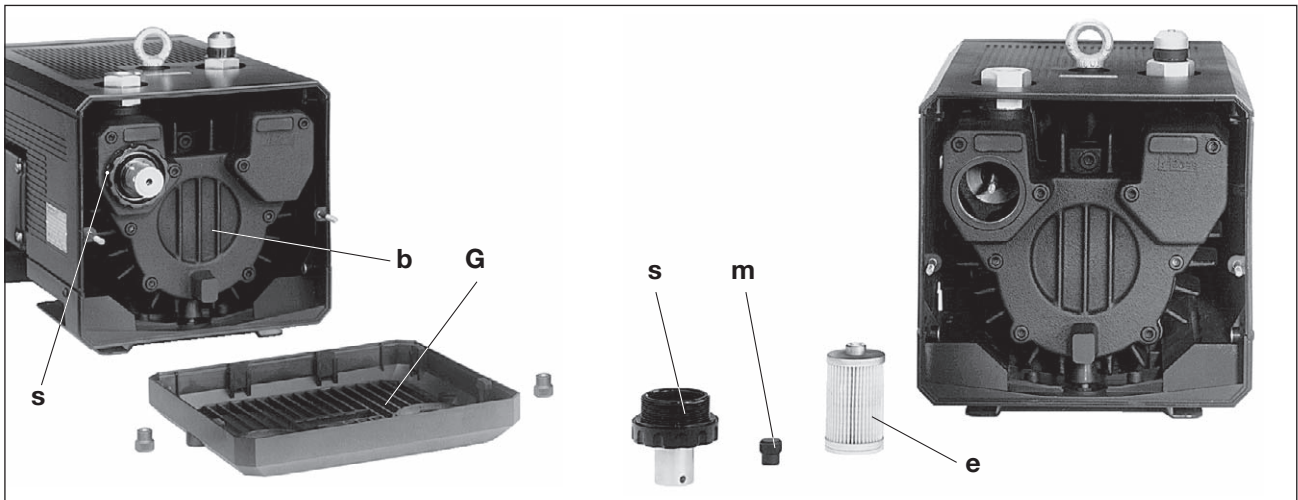
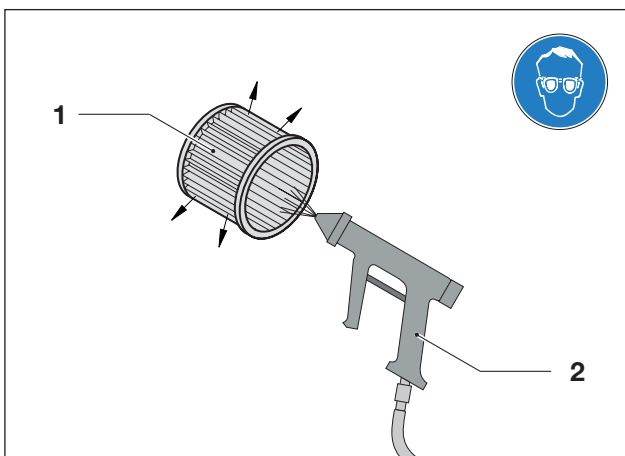
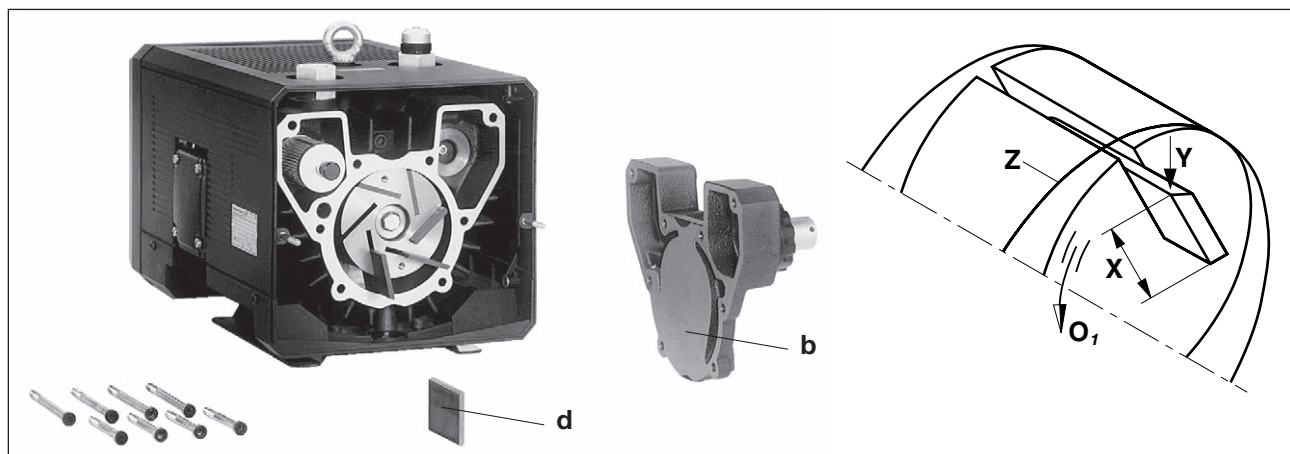

Fig. 5 Luftfiltrering
Fig. 6 Udblæsning af filterpatroner
Fig. 7 Udskiftning af lameller
Filterpatronerne (fig. 5/e) til sugeluft skal hver måned eller hyppigere alt efter forurening rengøres ved udblæsning indefra og udad. Trods rengøring af filteret vil dets udskillelsesgrad tiltagende forringes. Derfor skal filteret udskiftes hvert halve år.
V-VTN (01) - (11): Udblæsningsgitteret (fig. 5/G) skrues af.
Skruedækslet (fig. 5/s) og drejeknappen (fig. 5/m) løsnes. Tag filterpatronerne (fig. 5/e) ud og rengør eller udskift dem. Samlingen foregår i den omvendte rækkefølge.
V-VTN (01) - (11): Udblæsningsgitteret (fig. 5/G) skrues af. Husdækslet (fig. 7/b) skrues af huset. Tag lamellerne (fig. 7/d) ud til kontrol. Alle lameller skal have en mindstehøjde (fig. 7/X):
Huset og rotorslidserne blæses ud. Læg lamellerne ned i rotorslidsen. Når de lægges i, er det vigtigt at lamellernes skæve side (fig. 7/Y) viser udad og at den skæve sides retning (7/O₁) stemmer overens med husboringens (fig. 7/Z) forløb. Husdækslet (fig. 7/b og udblæsningsgitteret (fig. 6/G) skrues på igen. Før idriftsættelse kontrolleres, at lamellerne kan køre frit ved at dreje ventilatoren, hertil skrues indsugningsgitteret (fig. 2/G₁) eller beskyttelsekappen (fig. 3/G₂) af.